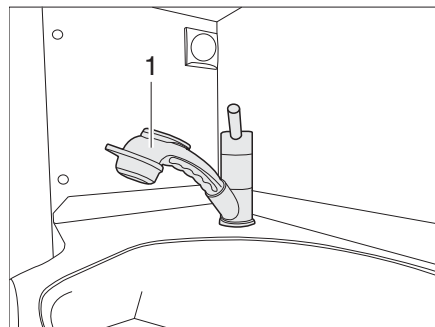

Fig. 129 Diffusore della doccia
- Estrarre il diffusore della doccia (Fig. 129, 1) e farlo svuotare.
- ▷ Per la doccia utilizzare il diffusore (Fig. 129,1). A tal fine estrarre il diffusore della doccia.